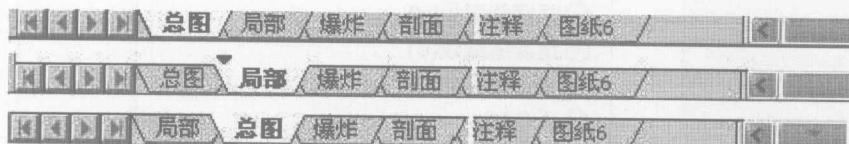

图 1-7 图纸重新排序
2. 图纸重新排序 图纸可以直接通过拖拽的方式重新排序。这种方法也可以用在 FeatureManager 和页标签上，如图 1-7 所示。按住 Ctrl 键，可以选择多张图纸。